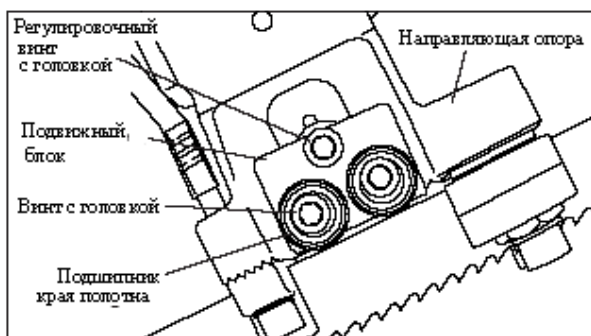

Рисунок 19: Замена подшипника края полотна
7. Отрегулируйте подшипники с верхнего края полотна, чтобы они едва касались его (см. рисунок 19).
1. Снимите винт с головкой с заменяемого подшипника края полотна и выбросьте подшипник. Будьте осторожны, чтобы не потерять пружинную шайбу, которая отделяет подшипник от подвижного блока (см. рисунок 19).